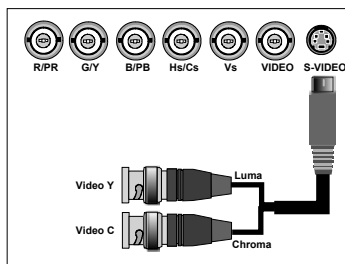

Abbildung 3-16
1. Schließen Sie die Videoquelle an den gewünschten Anschluss an. (Abbildung 3-16)